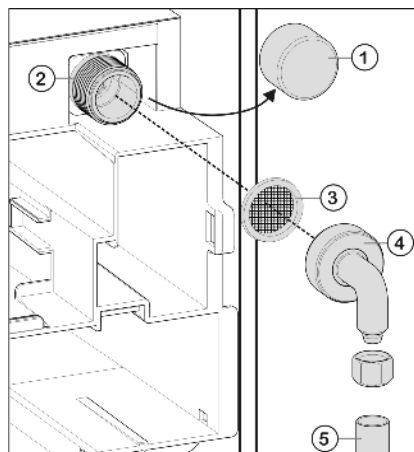

Fig. 19
- Retire el tapón Fig. 19 (1) de la electroválvula Fig. 19 (2).
- Asegúrese de que la junta Fig. 19 (3) está introducida en la pieza angular Fig. 19 (4) suministrada.
- Conecte la pieza angular Fig. 19 (4) en la electroválvula Fig. 19 (2) y apriétela, por ejemplo, con una llave de boca.
- Conecte la tubería doméstica Fig. 19 (5) (por ejemplo, de cobre) en la pieza angular Fig. 19 (4).